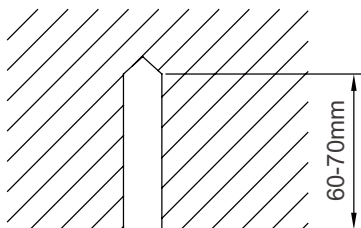

Fig.5
- (1) Montare i bulloni nel soffitto in un punto sufficientemente resistente nel quale appendere l'unità. Contrassegnare le posizioni in cui inserire i bulloni utilizzando la dima. Con un trapano per calcestruzzo, formare buchi del diametro di 12,7 mm. (Fig. 5)